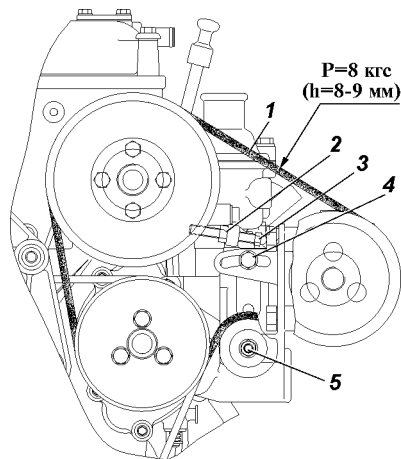

Рис. 6. Ремень привода вентилятора и насоса гидроусилителя рулевого управления:
- ослабьте болт 4 (рис. 6), гайку 5 и контргайку 2;